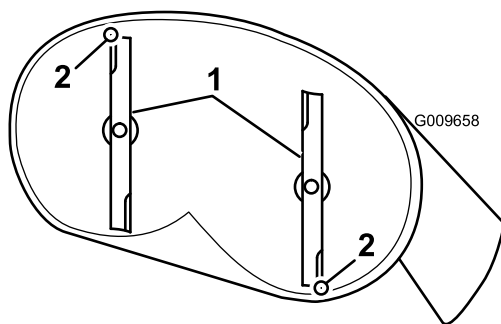
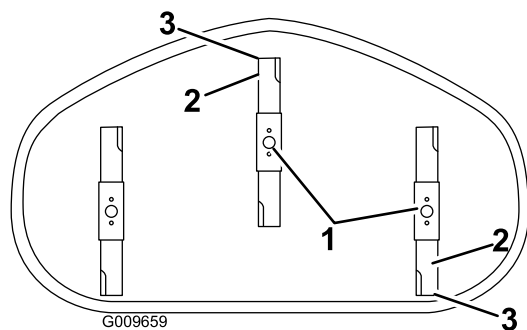

Figura 64
Figura 65
4. Girate con cautela le lame in modo che siano disposte longitudinalmente (Figura 64 e Figura 65).
8. Una volta effettuata la regolazione, ricontrollate l'inclinazione longitudinale. Continuate la regolazione del dado finché la punta della lama anteriore non è più bassa di 1,6-7,9 mm rispetto a quella posteriore (Figura 64 e Figura 65).